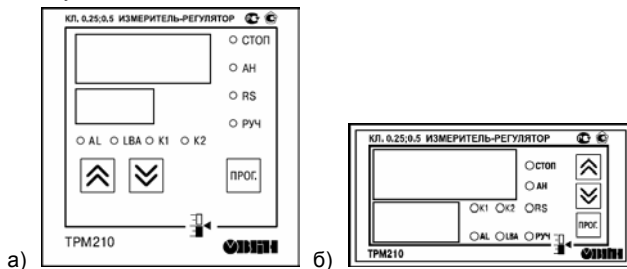

Рисунок 3.1
3.1.1.2 Все элементы прибора размещены на двух печатных платах. На лицевой панели расположены клавиатура управления прибором, цифровой индикатор и светодиоды (см. рисунок 3.1), на задней, силовая и измерительная части, а также присоединительный клеммник.
3.1.2.1 На рис. 3.1, а приведен внешний вид лицевой панели прибора TPM210 для корпусов настенного (Н) и щитового (Щ1) крепления, а на рис. 3.1, б – щитового (Щ2).